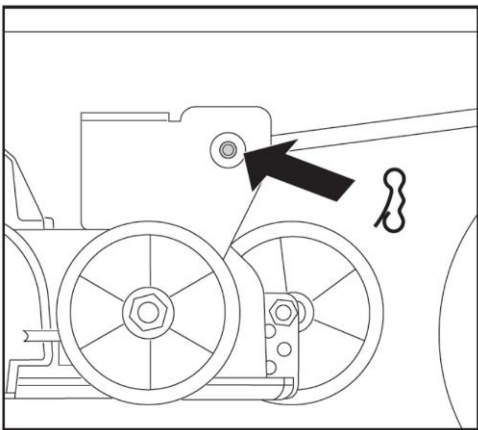
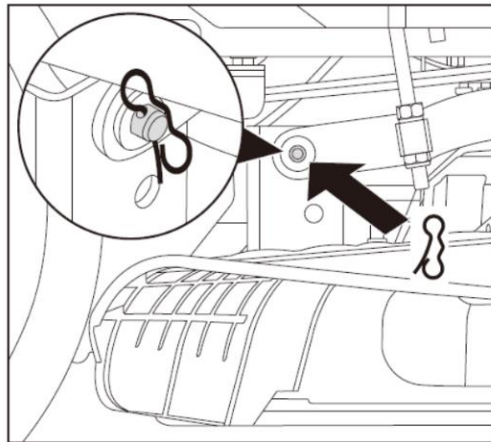
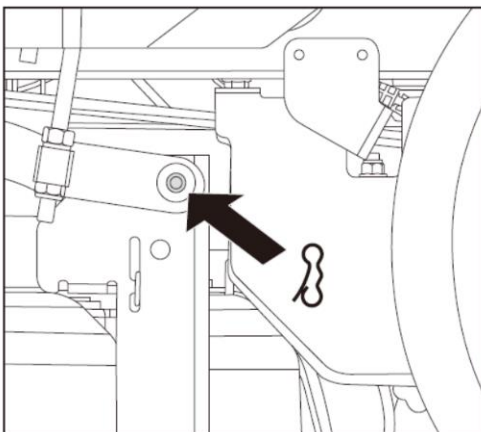

Fig.25A
Fig.25B
Fig.25C
4. Ta bort 3 dragpinnar, 2 till höger (Fig. 25A & Fig. 25B) och 1 till vänster (Fig. 25C), som håller klippdäcket på plats.